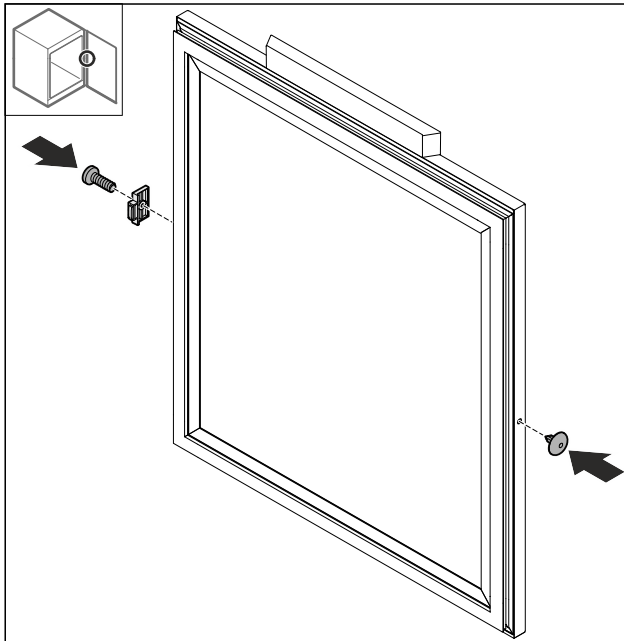

Fig. 49
- Türstopper Fig. 49 (1) um 180° gedreht auf der Gegenseite montieren.
- Abdeckung Fig. 49 (2) auf der Gegenseite einsetzen.